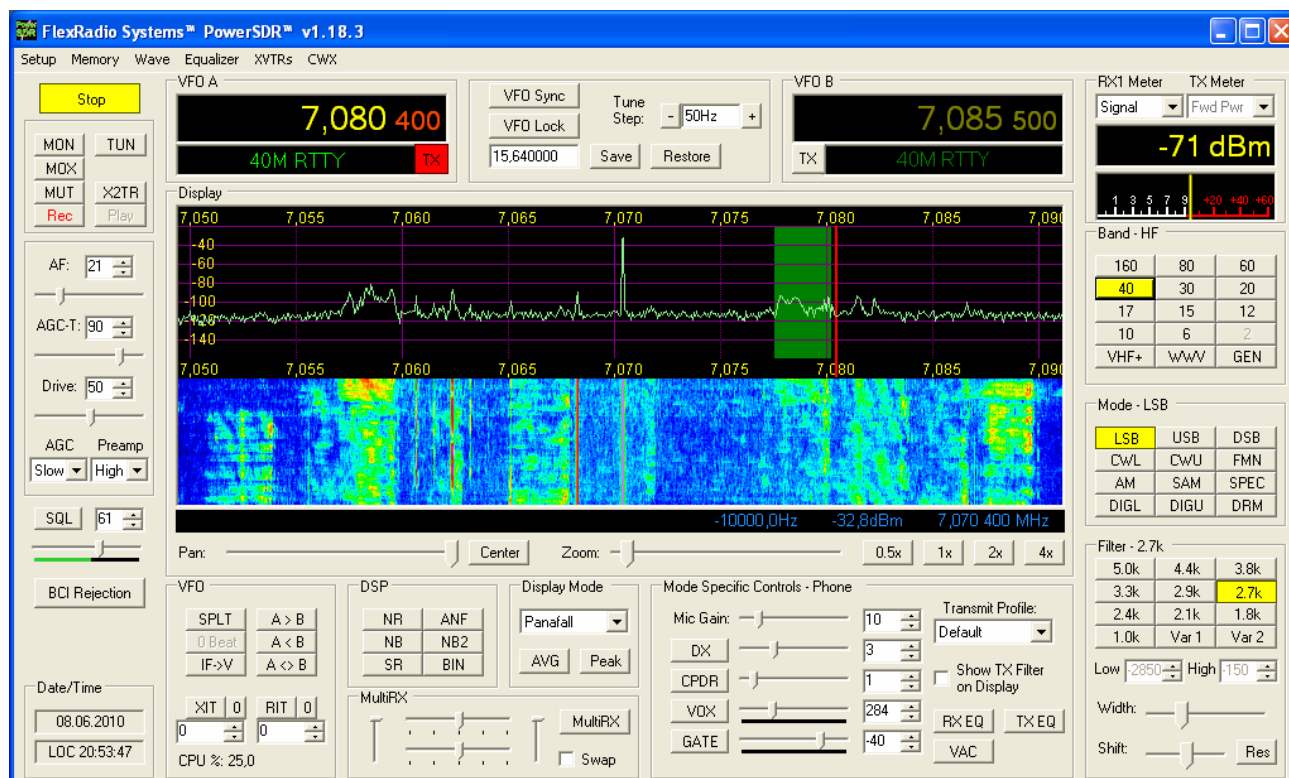

Рис. 14
Теперь нужно подключить приемник к линейному входу звуковой карты, затем подключить к нему антенну и можно слушать эфир. Управление всеми режимами и параметрами приемника производится в главном окне программы PowerSDR (рис. 14). Загрузка одноядерного процессора Semptron 2600 при работе программы в оконном режиме операционной системы Windows-XP получается около 25%.
Главные настройки на рис. 14 – это диапазон (Band), режим работы приемника (Mode) и ширина полосы пропускания (Filter) – в правой части экрана, а также громкость (AF) режим работы АРУ (AGC-T), постоянная времени АРУ (AGC), и кнопка «Start/Stop» в левой части. Там же нужно установить усиление несуществующего УВЧ (Preamp) в режим High. Это чисто визуальная настройка, она обеспечивает положение линии уровня шумов на экране спектроанализатора на уровне примерно -120 дБ. В окне «Display Mode» можно выбрать вид экрана – спектроанализатор, водопад, комбинированный и др. Окно «DSP» служит для выбора режима шумоподавления, здесь, при необходимости, можно включить режим подавления мешающей несущей в полосе пропускания.